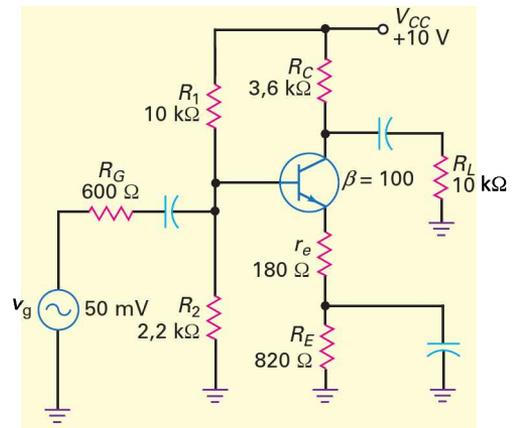

Figure 8.36
8.29 **IIII Multisim** La tension du générateur de la figure 8.36 est réduite de moitié. Quelle est la tension de sortie ? (On ignore r_c' .)
8.30 **IIII Multisim** La résistance du générateur de la figure 8.36 est de 50 Ω. Quelle est la tension de sortie ?
8.31 **IIII Multisim** La résistance de charge de la figure 8.36 est réduite à 3,6 kΩ. Que vaut le gain en tension ?
8.32 **IIII Multisim** La tension de l'alimentation de la figure 8.36 triple. Que devient le gain en tension ?
8.33 Dans la figure 8.36, le condensateur de découplage de l'émetteur est en circuit ouvert. Que se passe-t-il pour les tensions DC du circuit ? Que se passe-t-il pour la tension AC de sortie ?
8.34 Il n'y a pas de tension AC sur la charge de la figure 8.36. Citez quelques problèmes possibles.